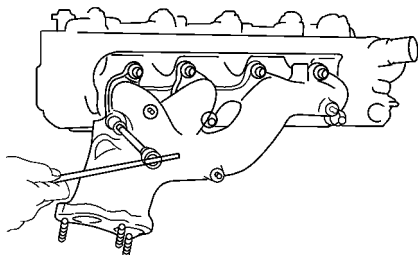

图 1-16 拆下排气歧管和垫片
2) 旋下 8 个螺母，如图 1-16 所示，拆下排气歧管和垫片。